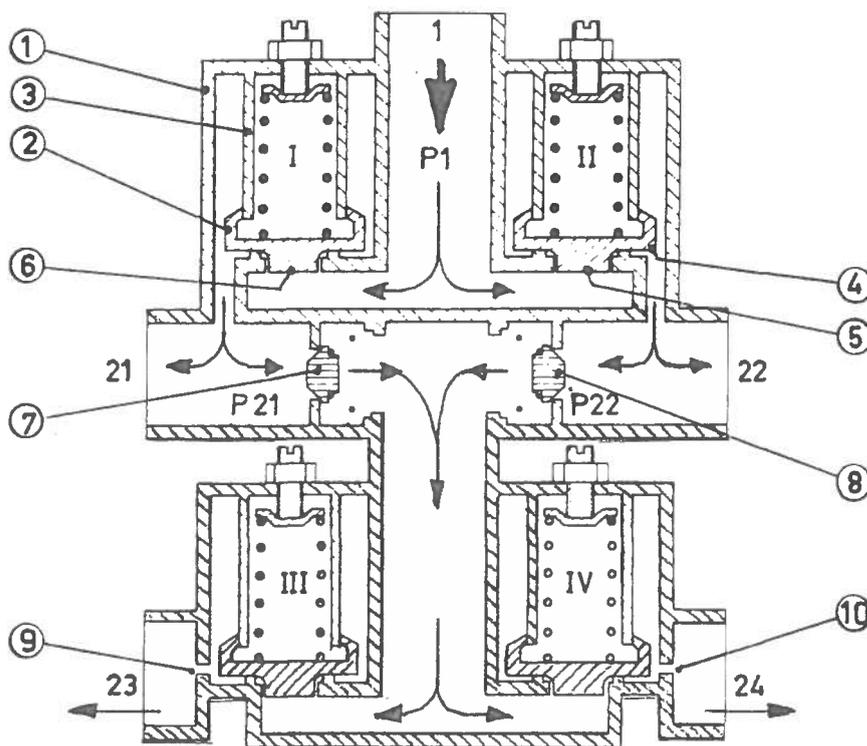
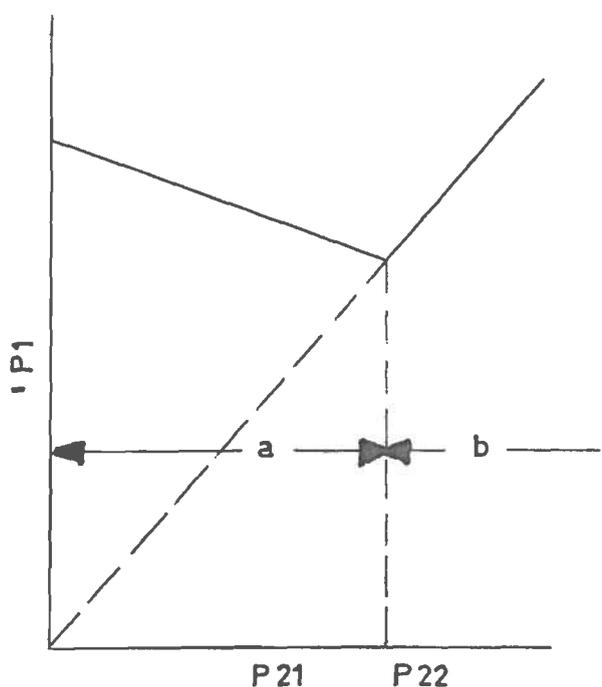

Abb. 3 Funktionsbild
Abb. 4 Druckverlauf beim Füllen
Das Funktionsbild, Abb.3 zeigt den schematischen Aufbau und die Anordnung der vier gleichartigen Ueberströmventile. Solange während des Füllvorganges die Drücke im Bereich a, vgl. Abb. 4 liegen, befinden sich die Ventiltteile in der dargestellten Funktionsstellung.
Die einstellbare Druckfeder (3) drückt den Manschettenkolben (2) auf den Ventilsitz (4). Der Ventilsitz ist geschlossen. Die Wirkfläche der Manschette am Manschettenkolben ist grösser als die Ventilsitzfläche. Sobald der Druck P_1 den sogenannten Öffnungsdruck erreicht hat, strömt Druckluft zu den Anschlüssen 21 bzw. 22. Der dort steigende Druck P_{21} bzw. P_{22} übt über die Differenzfläche zwischen Manschette und Ventilsitz eine zusätzliche Kraft auf den Manschettenkolben aus. Diese Kraft bewirkt ein Abfallen des Öffnungsdruckes solange, bis der Behälterdruck P_{21} bzw. P_{22} auf den Druck P_1 angestiegen ist; vgl. Bereich a auf Abb. 4. Bei weiterem Druckanstieg beginnt der Manschettenkolben vom Ventilsitz abzuheben bis er schliesslich die in Abb. 6 gezeigte Lage einnimmt.
Damit werden auch die mit dem Manschettenkolben verbundenen Drosselstifte (6) aus den Ventilsitzbohrungen herausgezogen und geben den vollen Strömungsquerschnitt frei. Der bei eingetauchten Drosselstiften vorhandene Drosselspalt (5) ruft während des Füllvorganges (Bereich a und am Anfang von b auf Abb.4) einen zusätzlichen, von der Durchflussmenge abhängigen Druckabfall im Drosselspalt hervor.
Sobald in der Bremsanlage ein so grosses Leck auftritt, dass die Fördermenge des Luftkompressors den Luftverlust nicht mehr ausgleichen kann, setzt die Drucksicherungsfunktion des 4-Kreis-Schutzventils ein. Der Druck, bei dem das Ueberströmventil des undichten Kreises schliesst, ist von der Grösse des Luftverlustes abhängig. Fällt der Druck sehr langsam ab, so ist der Druck der gesamten Wirkfläche des Manschettenkolbens bis kurz vor dem Aufsetzen auf den Ventilsitz gleich gross. Für diesen Fall ist der Schliessdruck durch den niedrigsten Wert $P_1 = P_{21}$, d.h. durch den Knickpunkt der Kurve in Abb. 4 gekennzeichnet. Dieser Wert wird statischer Schliessdruck genannt und ist in den Kenngrössen-Tabellen (siehe Angebotsblatt) aufgeführt. Tritt eine grössere Undichtheit auf, so entsteht am Ventilsitz eine Drosselwirkung, sobald der Drosselstift am Manschettenkolben in dem Ventilsitz eintaucht. Dadurch fällt der Druck unter der Ringfläche stärker ab als unter der Ventilsitzfläche, wodurch der Manschettenkolben den Ventilsitz bei einem höheren Druck verschliesst. Man bezeichnet diesen Druck als dynamischen Schliessdruck. Sein Wert kann bei einem grossen Leck (z.B.) Leitungsbruch maximal beim Öffnungsdruck liegen.
Die unter Punkt B zur Abb. 5 erläuterte Funktion gewährleistet auch bei ungünstiger Toleranzlage der Öffnungsdrücke das Auffüllen des intakten Bremskreises. Sobald im intakten Bremskreis ein geringer Druck aufgebaut ist, sinkt der Ueberströmdruck des zugeordneten Ueberströmventiles, vgl. Abb.4. Damit strömt von da an, die volle Fördermenge in den intakten Bremskreis. In gleicher Weise werden auch die Kreise 3 u.4 aufgefüllt, bis schliesslich alle intakten Kreise den Öffnungsdruck des defekten Kreises erreicht haben.